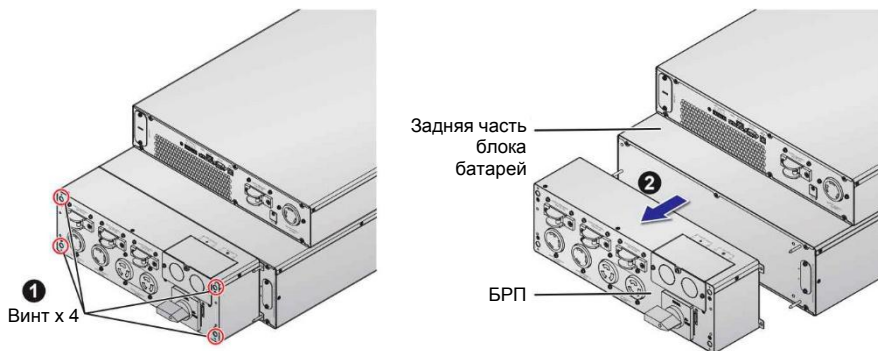

Рисунок 6-11. Демонтаж БРП
- 1 Открутите четыре крепежных винта БРП (см. *рис. 6-11_1*).
- 2 Демонтируйте БРП с задней части батарейного блока (см. *рис. 6-11_2*).